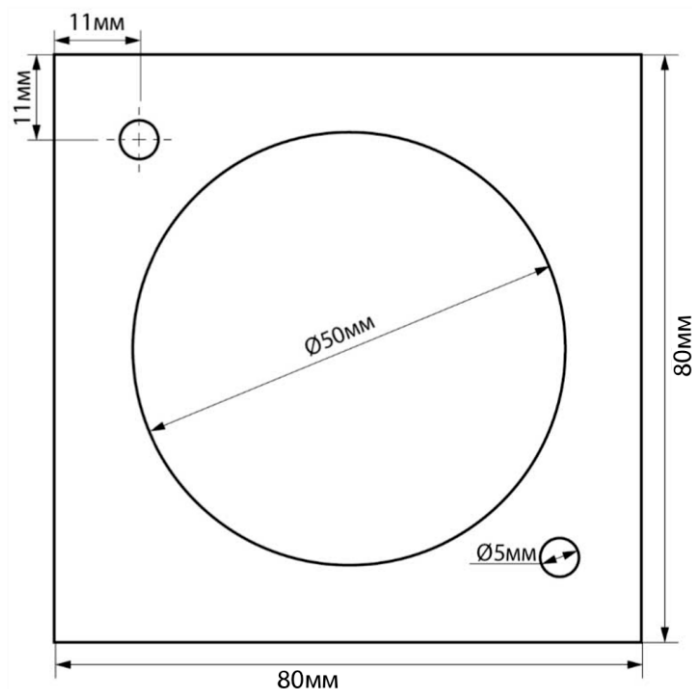

Рис. 1 Схема основания
3. Используя основание светильника (см. Рис. 1), осуществите разметку монтажной поверхности и сделайте два отверстия, соответствующие отверстиям для крепежа основания. Вставьте в отверстия пластиковые дюбели. Установите основание светильника согласно разметке и закрепите его саморезами.